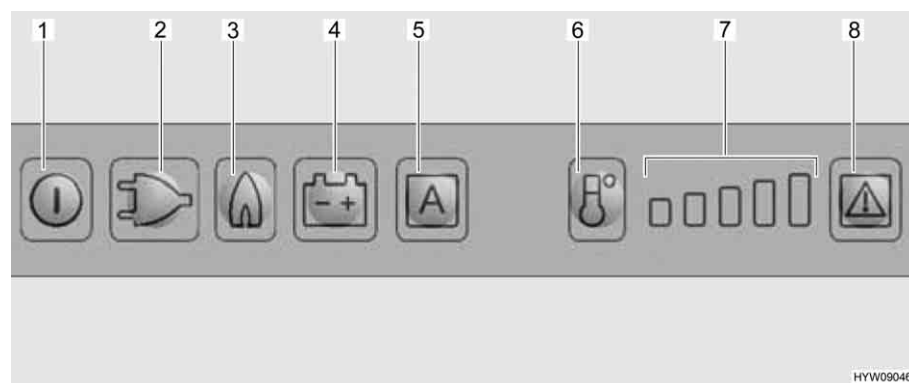

Fig. 179 Elementi di comando del frigorifero
Se è impostata la modalità di funzionamento "AES", la tensione a 230 V **non** è allacciata e il motore del veicolo è **spento**, il sistema AES seleziona il rifornimento di gas. Selezionando il funzionamento a gas, il dispositivo di sicurezza si apre automaticamente, così che il gas possa fluire al bruciatore. Contemporaneamente si inserisce l'accenditore elettronico. Se la fiamma del gas si spegne, p. es. a causa di un colpo di vento, l'accenditore viene subito azionato riaccendendo il gas. In caso di guasto del funzionamento a gas, i tasti luminosi relativi a gas (Fig. 179,3) e guasto (Fig. 179,8) lampeggiano e viene emesso un segnale acustico per 20 secondi.
Dopo l'accensione il frigorifero seleziona automaticamente la regolazione intermedia del termostato. Questa regolazione può essere modificata manualmente tramite il tasto di selezione del livello di temperatura (Fig. 179,6). Le spie di controllo (Fig. 179,7) indicano la temperatura selezionata sul termostato. Il tasto di selezione del livello di temperatura permette di regolare la temperatura di refrigerazione per tutti e tre i tipi di energia. Ci vogliono alcune ore prima che il frigorifero raggiunga la temperatura normale di esercizio. Cambiando la modalità di funzionamento la regolazione del termostato non viene modificata. La temperatura di refrigerazione è indipendente dal tipo di energia utilizzata.
- Premere il tasto On/Off (Fig. 179,1) per circa 2 secondi. Il frigorifero si accende e viene visualizzato l'ultimo tipo di energia impostato, oppure "AES".
- Impostare la temperatura di refrigerazione con il tasto di selezione del livello di temperatura (Fig. 179,6). Le spie di controllo (Fig. 179,7) indicano la temperatura selezionata sul termostato.
- Premere il tasto On/Off (Fig. 179,1) per circa 2 secondi. Il frigorifero si spegne e le indicazioni smettono di lampeggiare.